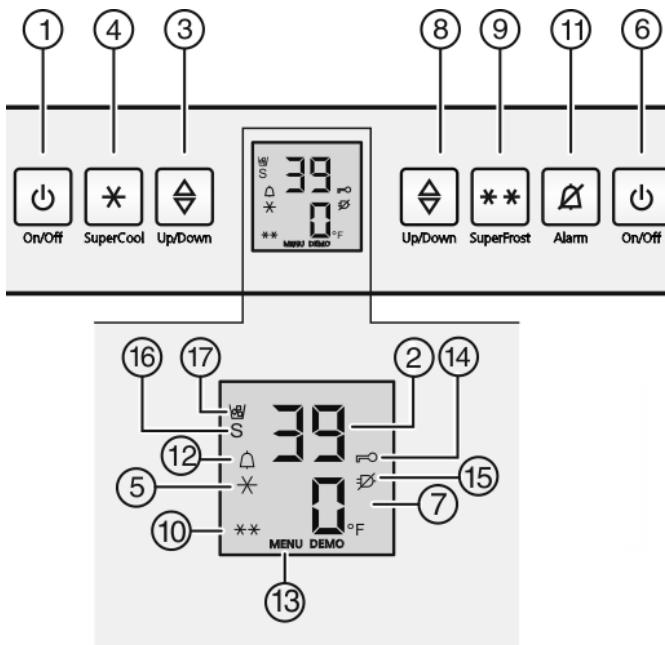

Fig. 3
- Pulse la tecla On/Off del compartimiento congelador Fig. 3 (6).
- Pulse la tecla On/Off del compartimiento frigorífico Fig. 3 (1).
- Activación del modo de ajuste: pulse la tecla SuperFrost Fig. 3 (9) durante 5 seg. aproximadamente.
- El símbolo de menú Fig. 3 (13) se ilumina.
- Utilice la tecla de ajuste del compartimiento congelador Fig. 3 (8) para seleccionar °.
- Confirmación: Pulse la tecla SuperFrost Fig. 3 (9) brevemente.
- Utilice la tecla de ajuste del compartimiento congelador Fig. 3 (8) para seleccionar °F o °C.
- Desactivación del modo de ajuste: Pulse la tecla On/Off Fig. 3 (6) del compartimiento congelador.
- Activar el modo de ajuste: pulse la tecla SuperFrost Fig. 3 (9) durante aprox. 5 segundos.
- En el indicador se visualiza el símbolo Menú Fig. 3 (13).
- Utilice la tecla de ajuste del compartimiento congelador *Fig. 3 (8)* para seleccionar **c.**
- Confirmar con la tecla SuperFrost *Fig. 3 (9)*.
- ▷ El símbolo de seguridad para niños *Fig. 3 (14)* se ilumina en el indicador.
- Pulse brevemente la tecla On/Off del compartimiento congelador *Fig. 3 (6)*.
- Activar el modo de ajuste: pulse la tecla SuperFrost *Fig. 3 (9)* durante aprox. 5 segundos.
- ▷ En el indicador se visualiza el símbolo Menú *Fig. 3 (13)*.
- ▷ El símbolo seguridad para niños *Fig. 3 (14)* desaparece.
- Pulse la tecla Alarm *Fig. 3 (11)*.
Simultáneamente, parpadea la indicación de temperatura y el símbolo de alarma *Fig. 3 (12)*.